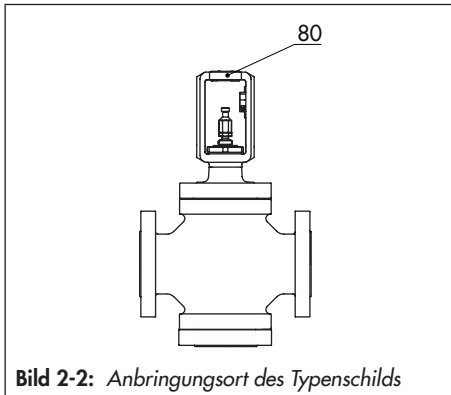

Bild 2-2: Anbringungsort des Typenschilds
Das Typenschild (80) ist am Joch des Ventils angebracht (vgl. Bild 2-2).